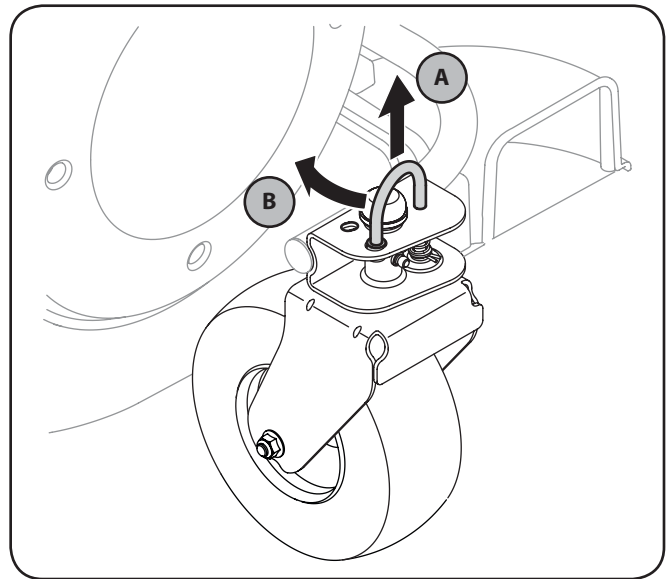

Figura 5-2
1. Para bloquear las ruedas, levante el pasador de bloqueo y gire hacia atrás, liberando en el agujero más grande. Consulte la Figura 5-2.